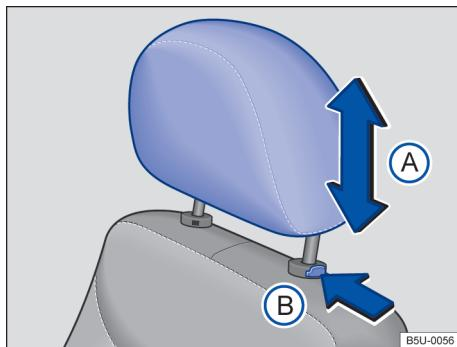

Fig. 60 Apoio para cabeça dianteiro: desinstalar.
- Pressionar o botão → **Fig. 60 B** no sentido da seta. Retirar o apoio para cabeça com a tecla pressionada.
- Empurrar o apoio para a cabeça totalmente para baixo com o botão → Fig. 60 B pressionado.